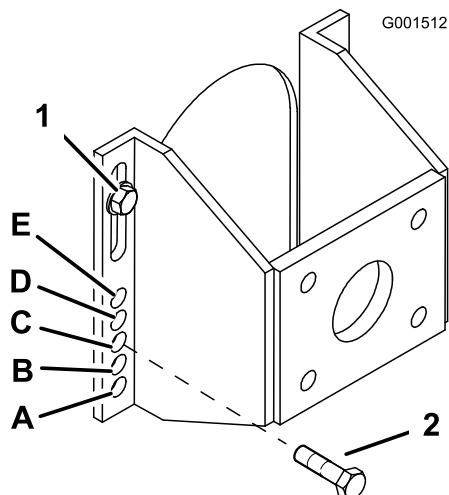

Figure 16
5. Desserrez, mais n'enlevez pas, les 2 boulons d'essieu supérieurs (Figure 16).
- Enlevez les 2 boulons d'essieu inférieurs (Figure 16).
- Élevez ou abaissez le support de fixation pour insérer les 2 boulons de réglage d'essieu dans le trou voulu (Figure 16). Vous pouvez utiliser un pointeau conique pour faciliter l'alignement des trous.